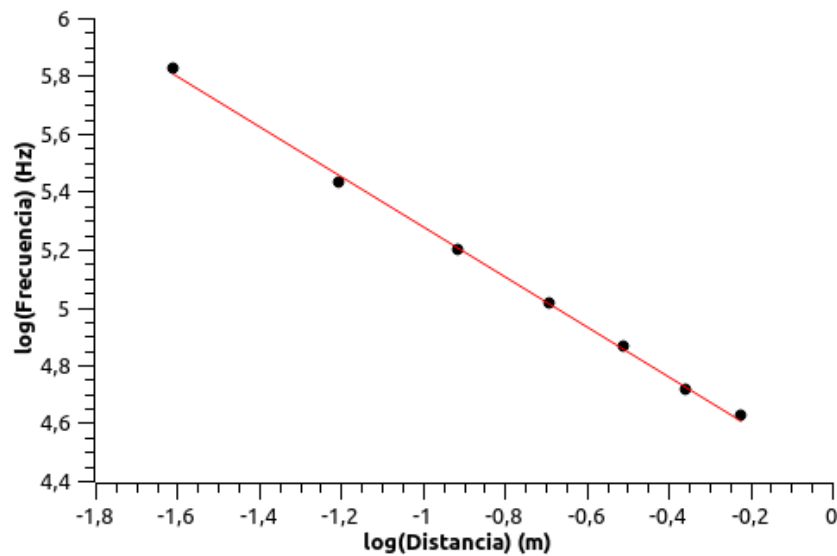

Figura 2: Frecuencia según la distancia
- En la Tabla 5 y la Figura 2 se representa la frecuencia en función de la distancia. Hemos ajustado mediante regresión lineal